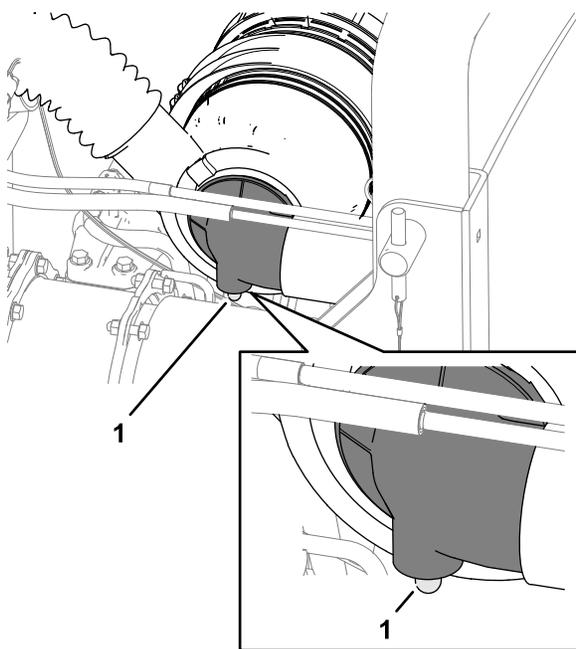

図 49
2. エアフィルターの詰まりインジケータをチェックする(図 49)。
注 フィルターの詰まりインジケータ (図 49) が赤色になったら、一次エアフィルターを交換する。エアフィルターを頻繁に交換すると、フィルターを取り外したときにエンジン内に汚れが混入する可能性が高くなる。